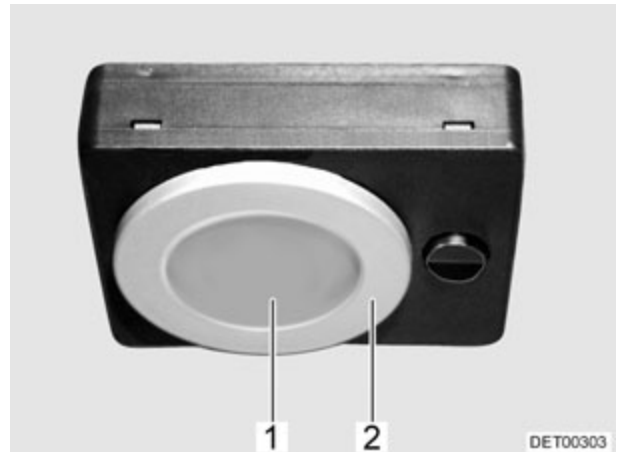

Fig. 167 Lámpara halógena (variante 4)
- Girar el anillo de cubierta (Fig. 167,2) un cuarto de vuelta y quitarlo.
- Soltar el disco cobertor (Fig. 167,1) de las salientes de sujeción y quitarlo.